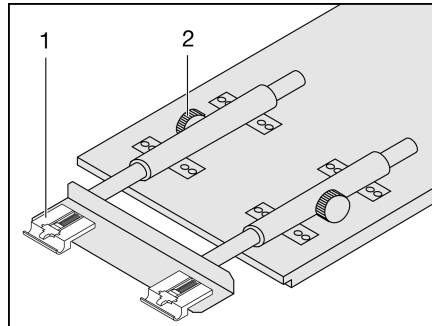

Fig. 88 Ampliación de la mesa colgante
- Soltar los tornillos moleteados (Fig. 88,2).
- Elevar el tablero de mesa ligeramente por delante y extraerlo hasta el tope. La prolongación de mesa (Fig. 88,1) está completamente extraída.
- Elevar el tablero de mesa ligeramente por delante y empujarlo hacia atrás hasta el tope. La prolongación de mesa (Fig. 88,1) está completamente introducida.